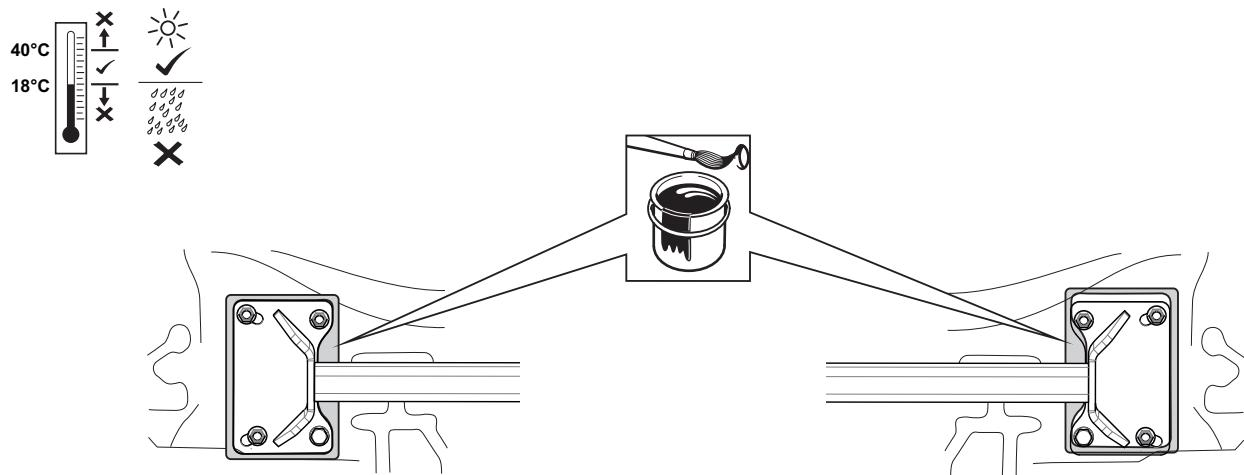

Fig. 2
4. Анти-ржавчина защиты пропавления. См. рисунок 2.